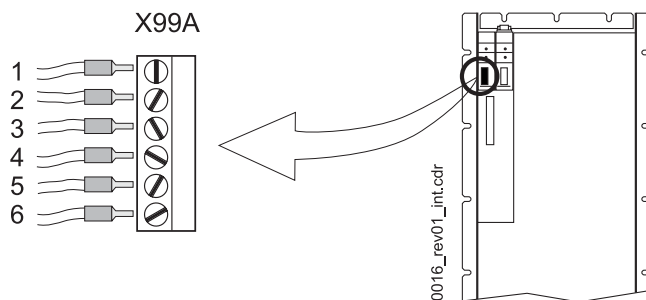

Abbildung 16: Steueranschluss X99A
2) Position, siehe ►Abbildung 16◄ auf Seite 48